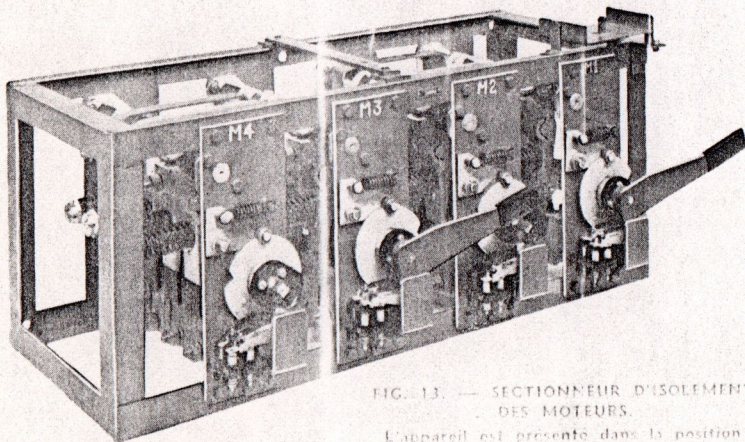

FIG. 13. — SECTIONNEUR D'ISOLEMENT DES MOTEURS. L'appareil est présenté dans la position : moteurs M1 et M2 éliminés.
7. Les quatre sectionneurs d'isolement (fig. 13) sont prévus pour éliminer chacun un moteur de traction avarié. Ils sont à commande manuelle ; les manettes de commande ne permettant d'éliminer au maximum que deux moteurs. Si un moteur est éliminé, le démarrage de la locomotive est arrêté automatiquement au couplage série